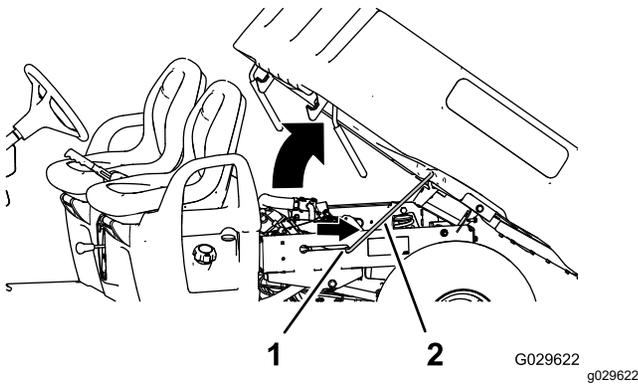

Bild 13
2. Ziehen Sie die Stützstange in die Auskerbung, um die Staubox zu befestigen (Bild 13).
2. Schieben Sie die Stützstange aus dem Arretierungsschlitz heraus (Bild 13).
3. Senken Sie die Staubox ab, bis sie fest verriegelt ist (Bild 13).